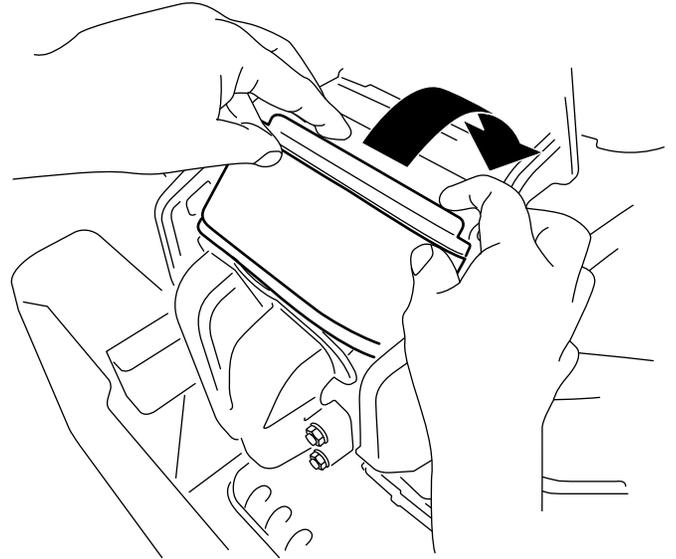

Bild 46
3. Drehen Sie den Filter nach unten in die Kammer und führen ihn vollständig gegen den Verteiler ein (Bild 46).